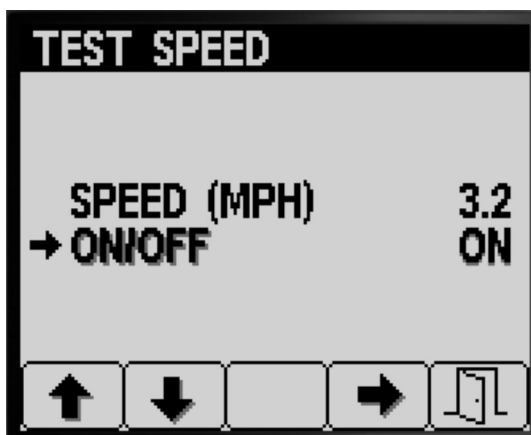

Figura 72
5. Prima o botão 2 para navegar para a opção LIGAR/DESLIGAR (Figura 72).
6. Prima o botão 4 para LIGAR ou DESLIGAR a simulação da velocidade de teste (Figura 72).
7. Prima o botão 5 para guardar as suas definições, sair do ecrã VELOCIDADE DE TESTE e voltar ao ecrã CALIBRAR (Figura 72).